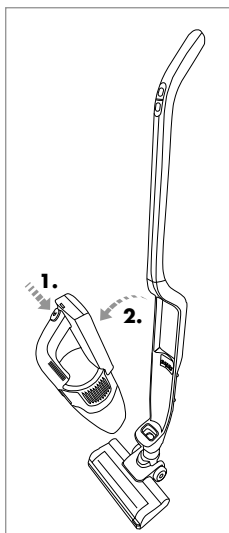

Fig. 4
- 3) Para retirar la pieza manual ③ de la columna ⑫, sostenga la pieza manual ③ por el mango ② y pulse el botón de desencastre ≡ ①. Tras esto, tire de la pieza manual ③ hacia delante para extraerla del alojamiento para la pieza manual ⑭ (fig. 4).